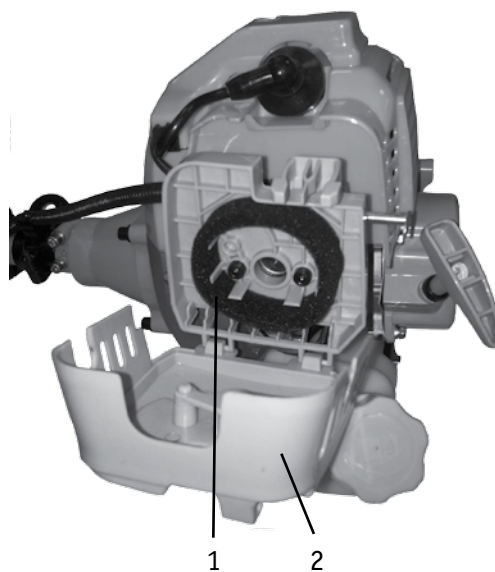

Рис. 10
1. Нажмите обе защелки 3 (**рис. 8**) в направлении друг к другу. Снимите крышку 2 (**рис. 10**).
2. Снимите воздушный фильтр 1 (**рис. 10**), проверьте его на отсутствие повреждений.